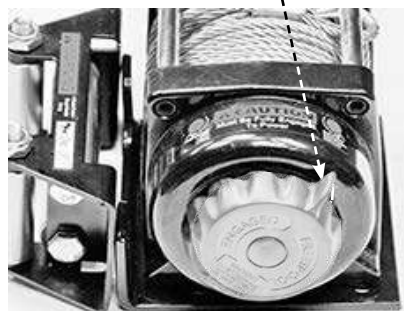

Figure 10
Tournez le bouton d'embrayage sur la position « Libre » de débrayage selon la présentation de la figure 10. Tirez plusieurs pieds de câble hors du tambour. Remettez le bouton d'embrayage sur la position
Tournez le bouton d'embrayage sur la position « Libre » de débrayage selon la présentation de la figure 10. Si le câble est en charge, le bouton d'embrayage peut être difficile à tirer. NE FORCEZ PAS SUR LE BOUTON D'EMBRAYAGE. Libérez la tension sur l'embrayage en faisant avancer et reculer le câble.
Libérez l'embrayage, tirez sur le câble et fixez-le sur un ancrage ou sur une charge. Vérifiez que cinq (5) tours de câble au minimum sont enroulés autour du tambour. Embrayez à nouveau le tambour en positionnant le bouton d'embrayage sur « Engaged » (embrayé). Reportez-vous à la figure 10.